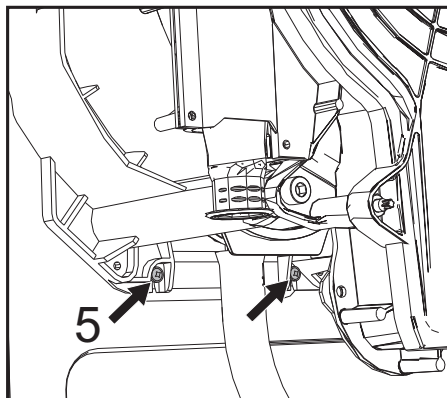

fig. 63
- Slăbiți cele 2 șuruburi **de jos "5"** care fixează schimbătorul de căldură de șasiu (fig. 63)